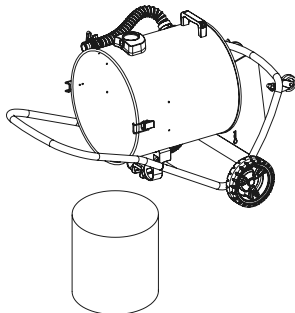

Fig. 15 – Retirando el material aspirado
- En la aspiración de sólidos todo el material aspirado queda almacenado en el depósito, y puede permanecer en él hasta el final de la operación. Cuando el material aspirado alcance el nivel máximo, la aspiradora perderá la capacidad de succión gradualmente y se alterará su ruido. Cuando eso ocurra retire el material aspirado del depósito y continúe la operación, Fig. 15.